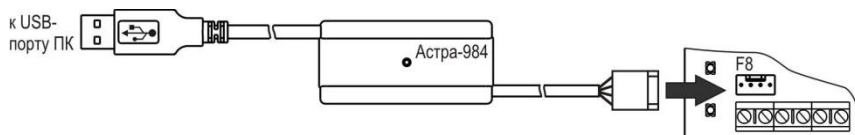

Рисунок 3
- 5) подключить устройство сопряжения «Астра-984» к порту USB ПК (рисунок 3);